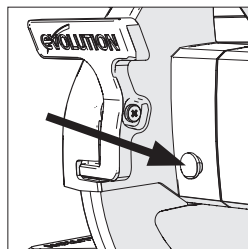
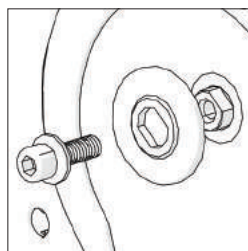
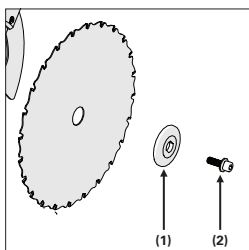

Abb. 26
Abb. 27
Abb. 30
(Abb. 26) Fahren Sie anschließend mit dem Entfernen der Spindelschraube, Unterlegscheibe und dem äußeren Sägeblattflansch fort. **(Abb. 27)**
Bringen Sie den äußeren Flansch (1) (flache Oberfläche auf die Maschine) und die Spindelschraube (2) wieder an. (Abb. 30) Halten Sie den Verriegelungsknopf der Spindel auf dem Motorgehäuse gedrückt, während Sie die Spindelschraube mithilfe des mitgelieferten Innensechskantschlüssels festziehen, bis der Knopf vollständig im Schaft steckt und diesen verriegelt. (Abb. 26)